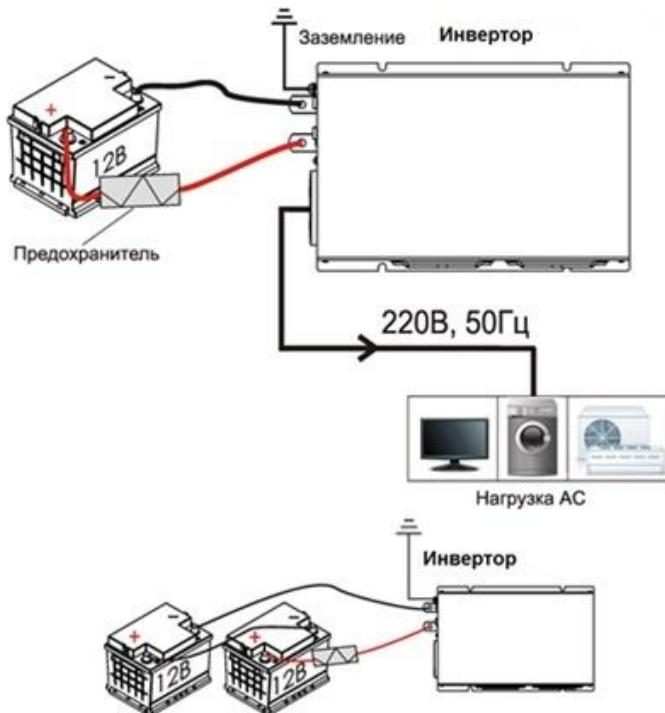

Рисунок 2 Схема подключения инверторов серии СибВатт
7.3 Подключение инвертора производится в следующем порядке согласно Рис.2:
- подсоедините инвертор к аккумулятору с помощью входных кабелей через проходной предохранитель, расположенный непосредственно на плоской клемме аккумулятора (номинал предохранителя указан на Рис.2). Входные кабели подсоединять к инвертору с помощью болтов, обеспечивая усиленную затяжку. Сечение кабеля выбирать согласно данным табл. 6.1.